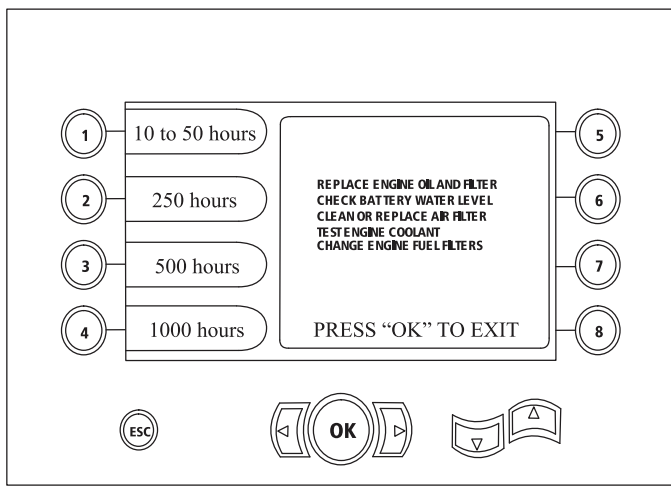

**Figura 24**
- Botão 1 – programação de manutenção de 10 horas e 50 horas (Figura 24)